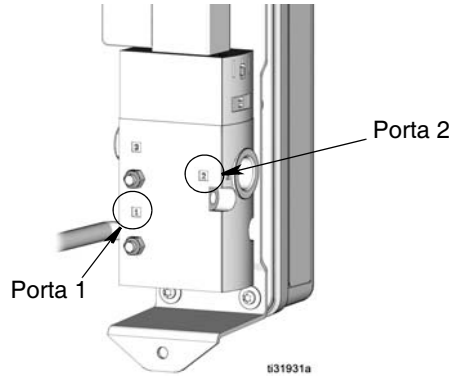

FIG. 32
6. Aplique selante às porcas macho dos encaixes. Conecte a linha de alimentação de ar à Porta 1 (FIG. 32).
7. Aplique selante às porcas macho do encaixe. Conecte a linha da entrada de ar da bomba à Porta 2 (FIG. 32).